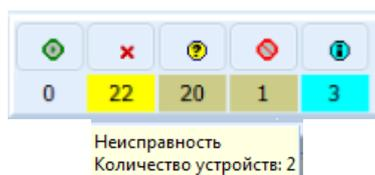

Рисунок 18.6
– **Общий список состояний** (рисунок 18.6). Отображает количество устройств и сценариев, находящихся в состояниях «Включено», «Неисправность», «Требуется обслуживание», «Отключение», «Информация» (таблица 9.1). Состояния устройств описаны в таблице 18.1. Если подвести курсор к ячейке, окрашенной в цвет состояния устройства, то всплывет подсказка с названием состояния и количеством устройств. Если щелкнуть мышкой по ячейке с состоянием, то откроется список устройств, находящихся в данном состоянии. Если щелкнуть на устройстве в списке, курсор переместится на данное устройство в дереве устройств.